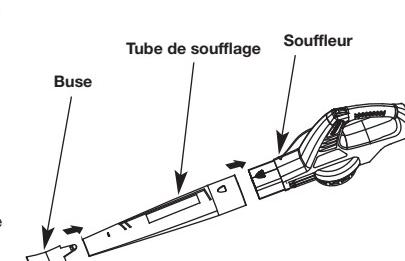

Fig. 1
- Alignez l'extrémité la plus large du tube de soufflage avec l'ouverture avant du souffleur (Fig. 1).